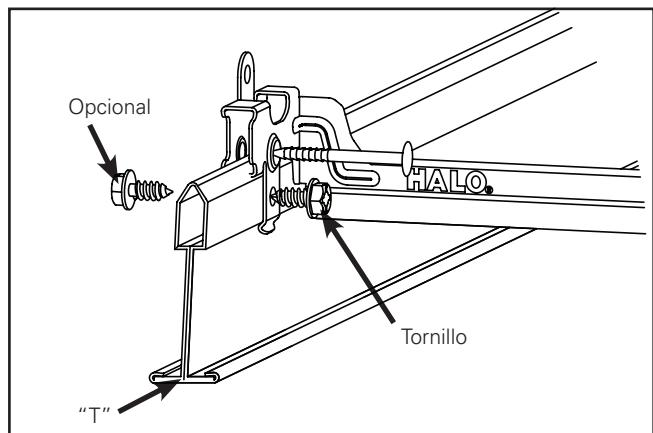

Figura 6.
3. Coloque a presión la luminaria en las barras en T. Asegúrela con un tornillo (no incluido) como se muestra (Figura 6).